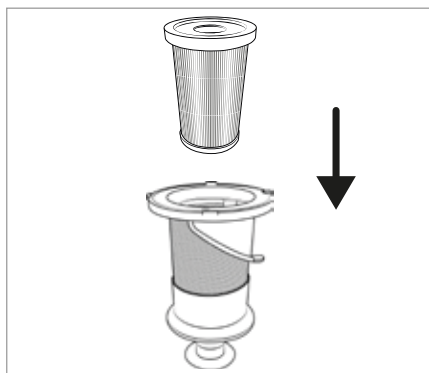

Fig. 24
- 7) Sæt EPA-filteret 5 ind i filteret af rustfrit stål 6 (se fig. 24).